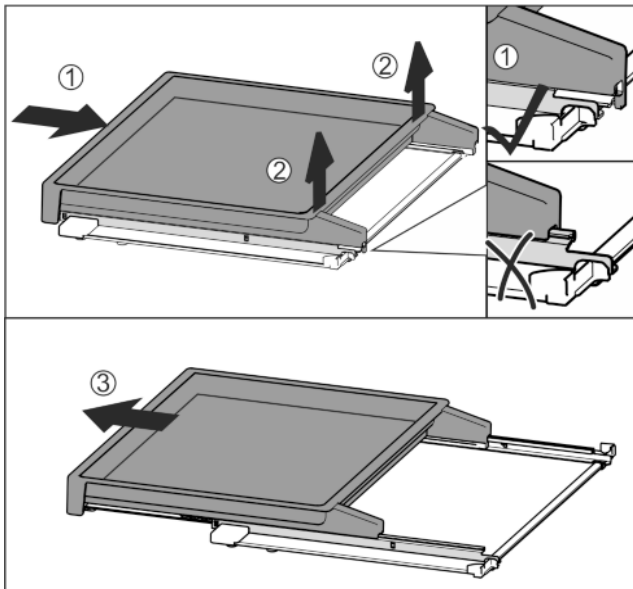

Fig. 37
- ▶ Вкарайте изцяло изтеглящата се дъска Fig. 37 (1).
- ▶ Освободете фиксатора от задната страна Fig. 37 (2).
- ▶ Извадете напред изтеглящата се дъска Fig. 37 (3).